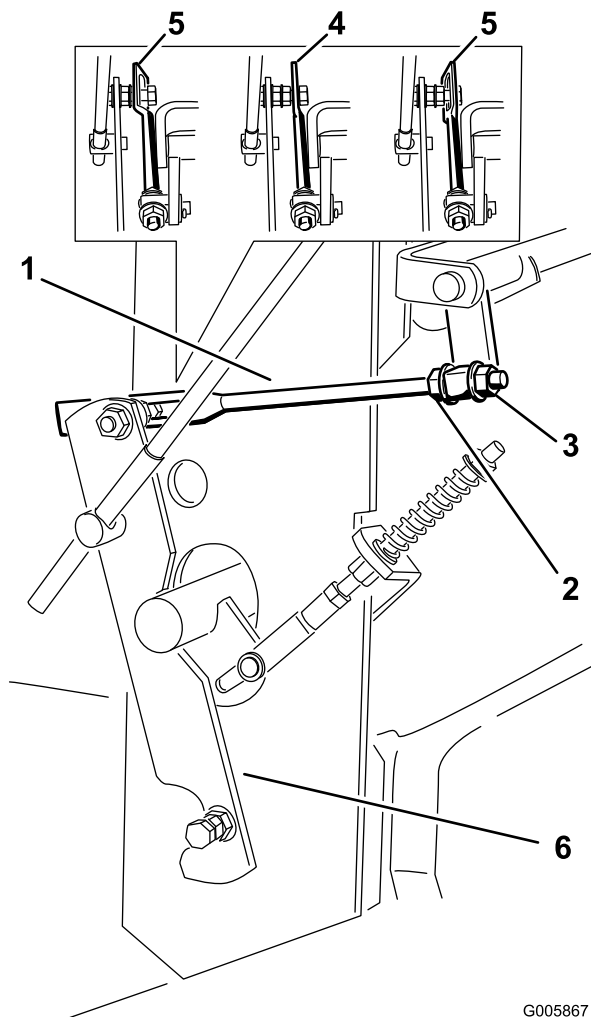
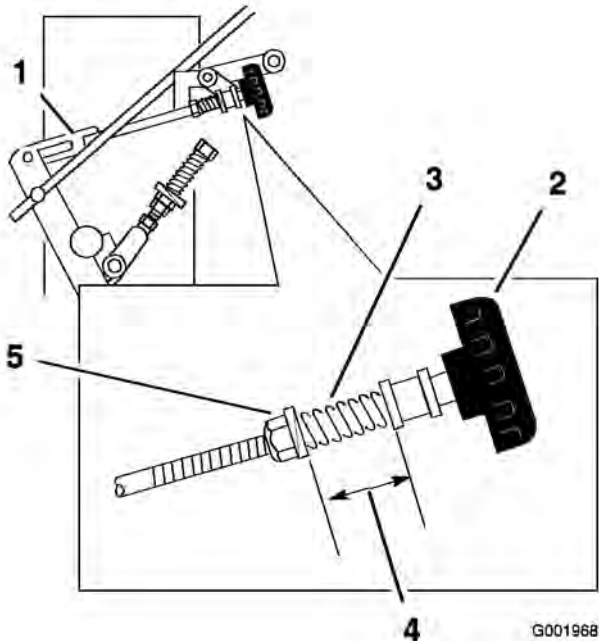
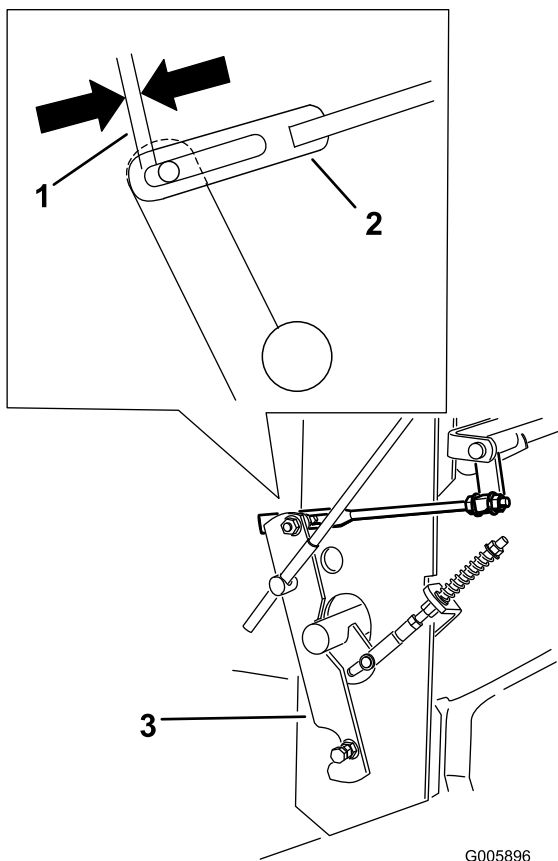

Figura 48
Figura 50
Figura 51
9. Afloje la tuerca de ajuste delantera del acoplamiento izquierdo del control hidráulico, según se muestra en Figura 48.
10. Gire la tuerca de ajuste izquierda trasera en el sentido contrario a las agujas del reloj hasta que la rueda gire hacia adelante (Figura 48).
hacia adelante y hacia atrás a punto muerto. Repita esto hasta que la rueda izquierda deje de girar hacia adelante (Figura 48).
Nota: Asegúrese de que la zona plana del acoplamiento quede perpendicular al pasador del pivote (Figura 48).
15. Apriete la tuerca delantera del acoplamiento izquierdo del control hidráulico, según se muestra en Figura 48.
4. Ajuste el acoplamiento del lado derecho girando el mando de ajuste de la dirección en el sentido contrario a las agujas del reloj hasta que la rueda empiece a girar hacia adelante (Figura 50).
esto hasta que la rueda derecha deje de girar hacia adelante (Figura 50).
6. El muelle que mantiene tensado el mando no suele necesitar ajustes. No obstante, si es necesario ajustarlo, ajuste el muelle hasta que la distancia entre las arandelas sea de 26 mm (1 pulgada) (Figura 50).
7. Ajuste la longitud del muelle girando la tuerca de ajuste del muelle (Figura 50).
2. Mida la distancia ilustrada en Figura 51 en el lado derecho e izquierdo. No es necesario realizar ningún ajuste si son iguales.
3. Si es necesario, ajuste el acoplamiento del lado derecho girando el mando de ajuste rápido hasta que la distancia señalada en Figura 51 es igual que la del lado izquierdo (Figura 50).
4. Si es necesario, ajuste el acoplamiento del lado izquierdo girando las tuercas de pivote delantera y trasera hasta que la distancia señalada en Figura 51 es igual que la del lado derecho (Figura 48).